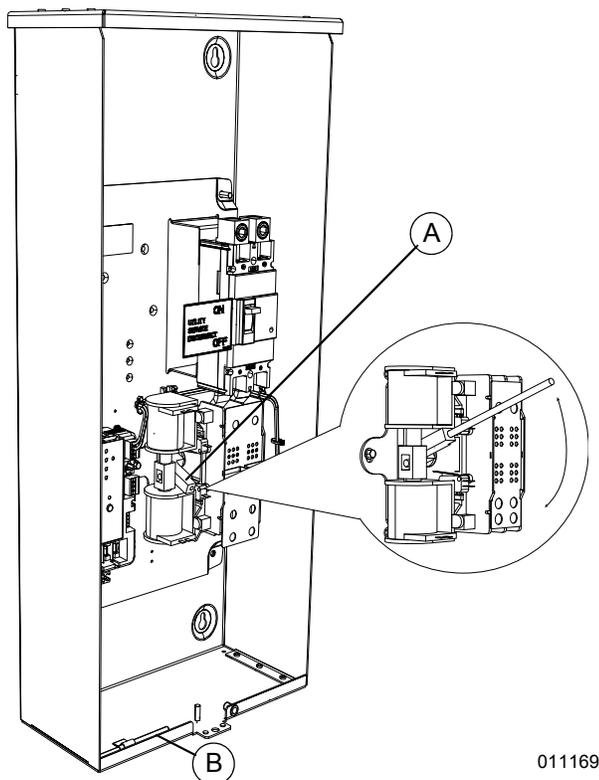

Figure 4-1. Actionnement manuel
Voir **Figure 4-1**. Un levier manuel (B) est fourni avec le commutateur de transfert manuel. L'actionnement manuel doit être vérifié AVANT d'actionner électriquement le commutateur de transfert. Pour vérifier le fonctionnement manuel, procéder comme suit :
3. Noter la position des contacts principaux du mécanisme de transfert (A) en observant le bras-support de contact mobile. Celui-ci est visible à travers la longue fente étroite du capot intérieur. Le dessus du bras-support de contact mobile est jaune pour faciliter son identification.
Avant de poursuivre, vérifier la position du commutateur en observant la position du levier d'actionnement manuel (A) à la **Figure 4-1**. Si le levier est en HAUT, les contacts sont fermés en position de réseau électrique (normal), aucune autre action n'est requise. Si le levier est en BAS, passer à l'étape 1.
Avant de poursuivre, vérifier la position du commutateur en observant la position du levier d'actionnement manuel à la **Figure 4-1**. Si le levier est en BAS, les contacts sont fermés en position d'onduleur (secours). Aucune autre action n'est requise. Si le levier est en HAUT, passer à l'étape 1.